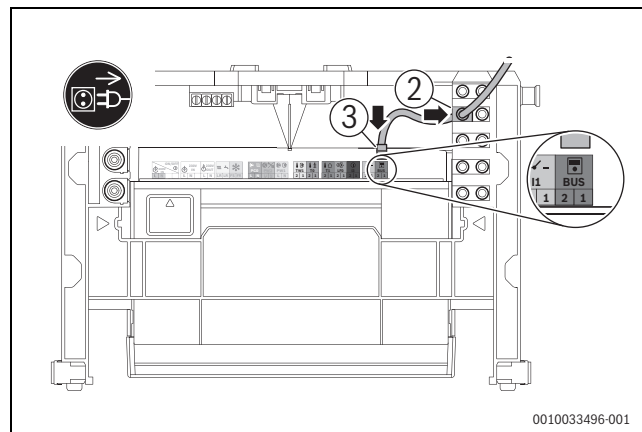

Fig. 97 Raccorder l'accessoire CS 36 au BUS
- Mettre en place le serre-câbles du câble de BUS (→ Figure 97, [2]).
- Raccorder le câble de bus à l'emplacement BUS du bornier (→ Figure 97, [3]).